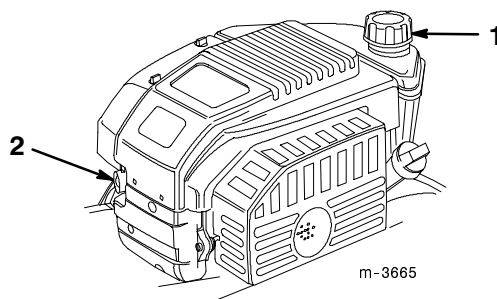

Figure 5
1. Nettoyer tout autour du bouchon du réservoir d'essence (Fig. 5).
2. Retirer le bouchon du réservoir (Fig. 5).
1. Pousser trois fois sur l'amorceur, à 2 secondes d'intervalle (Fig. 5).